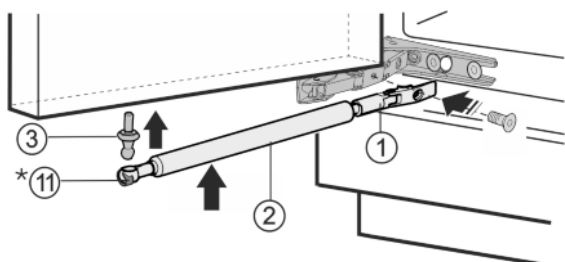

Fig. 6
- ▶ Завинтите шаровую головку *Fig. 6 (3)* в новое крепежное отверстие (**с моментом 4 Нм**) (Torx® 25).
- ▶ Снова сдвиньте натяжную пружину *Fig. 6 (11)* внутрь.*
- ▶ Закрутите держатель *Fig. 6 (1)* (**с усилием 3 Нм**).
- ▶ Вставьте амортизатор закрывания дверей *Fig. 6 (2)* в шаровую головку.